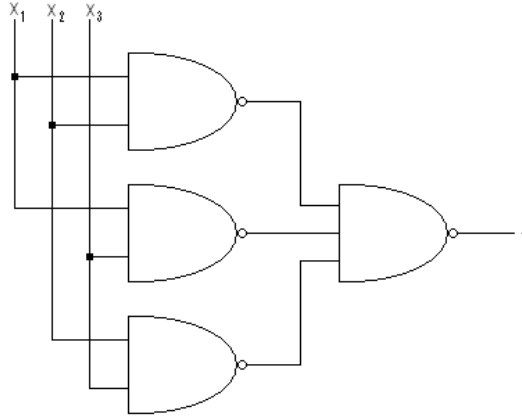

Figura 4.1. Función lógica simple.
Obtenga la tabla de verdad experimental del circuito que se muestra en la figura 4.1.
- 5.1. Utilizando los teoremas fundamentales del álgebra de Boole obtenga la tabla de verdad de la función de la figura 4.1.